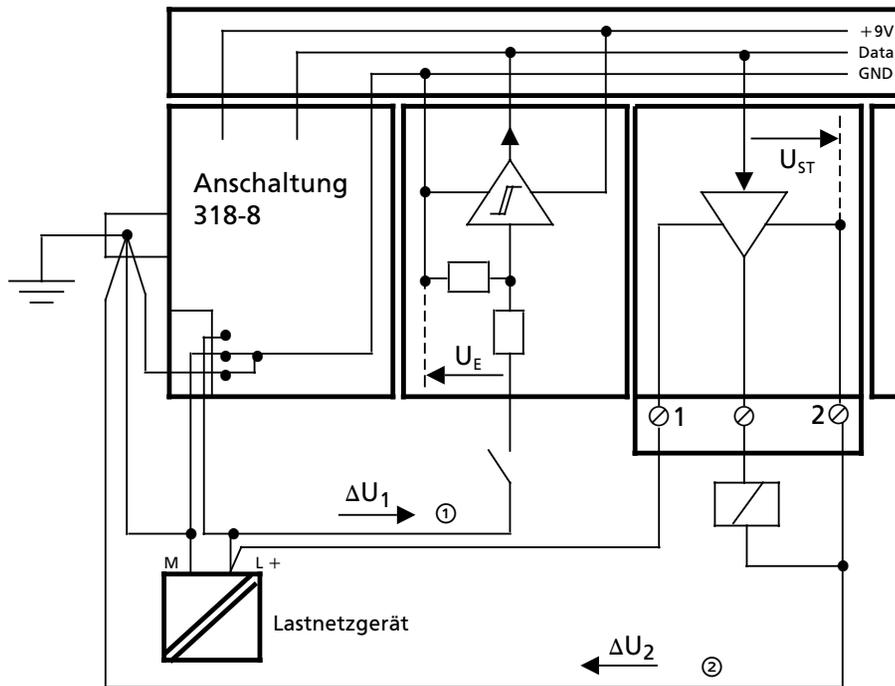

Bild 3.58 Vereinfachte Darstellung potentialgebundener Baugruppen
Potentialgebundene Baugruppen können Sie dann verwenden, wenn Last- und Steuerstromkreis eine gemeinsame Masse besitzen. Bei Verwendung einer gemeinsamen Stromversorgung ist diese Voraussetzung erfüllt (→ Kap. 3.3.1). Bei potentialgebundenen Eingabebaugruppen ist die Leitung GND auf dem Peripheriebus das Bezugspotential (Masse des Steuerstromkreises). Ein Spannungsfall  $\Delta U_1$  auf Leitung ① geht zu Lasten des Eingabe-Signalpegels  $U_E$  (→Bild 3.58).
Bei potentialgebundenen Ausgabebaugruppen ist die Klemme 2 (M) des Anschlußblocks das Bezugspotential. Ein Spannungsfall  $\Delta U_2$  auf der Leitung ② hebt die Masse des Ausgangstreiber und vermindert so die resultierende interne Steuerspannung  $U_{ST}$  (→Bild 3.58).